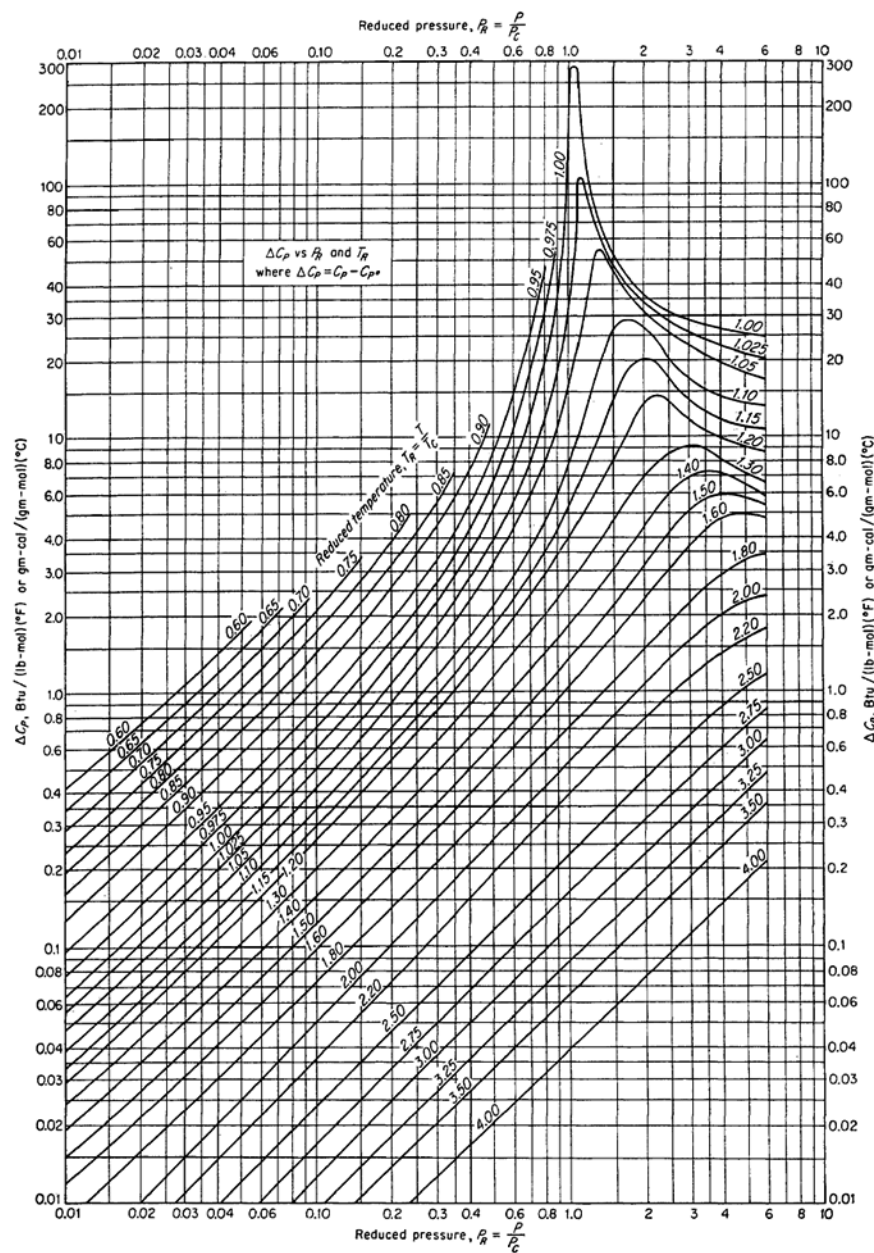

Fig. 4-55. Isothermal pressure correction to heat capacity of vapors. (Edmister, 4-29. Courtesy Petrol. Engr.)
با استفاده از Figure 4-55 ، مقدار ΔC_p حاصل می شود که $\Delta C_p = C_p - C_p^0$
- با استفاده از Figure 4-55 ، مقدار ΔC_p را می خوانیم: